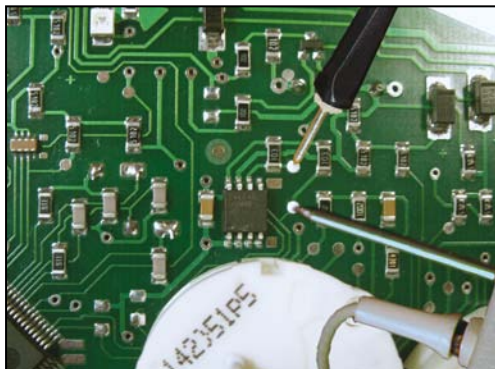

Рисунок 21. Точки программирования
- 10 Прижмите щупы насадки программатора к контактным площадкам на печатной плате комбинации (рисунок 21).